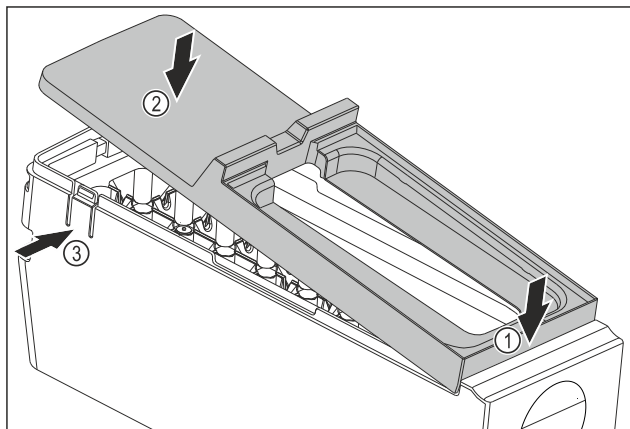

Fig. 99
- Afdekking van de EasyTwist-Ice-corpus monteren: Afdekking voor bevestigen. Fig. 99 (1)
- Afdekking achter neerlaten. Fig. 99 (2)
- Afdekking klikt hoorbaar in beide strips Fig. 99 (3) vast.